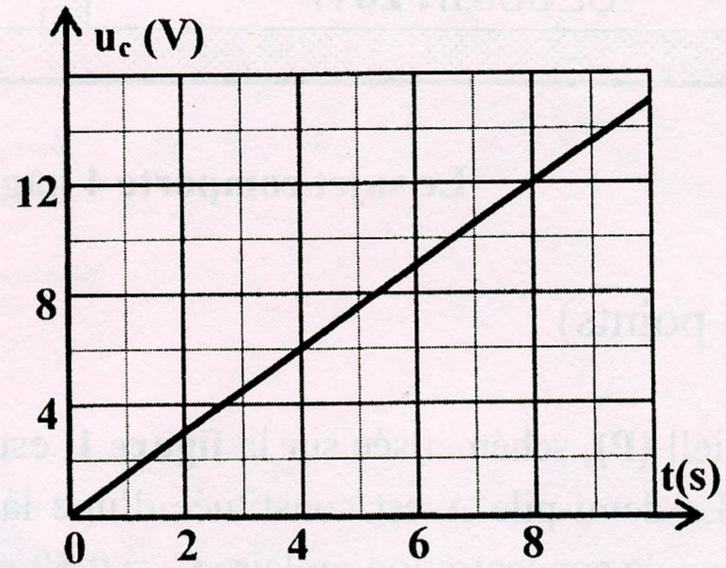

Fig.3
- 2- A un instant  $t = 0$ , on ouvre  $K_2$  et on ferme  $K_1$ . Un système d'acquisition permet de suivre l'évolution temporelle de la tension  $u_C(t)$  aux bornes du condensateur. Les résultats de mesures permettent d'obtenir la courbe de la **figure 3**.